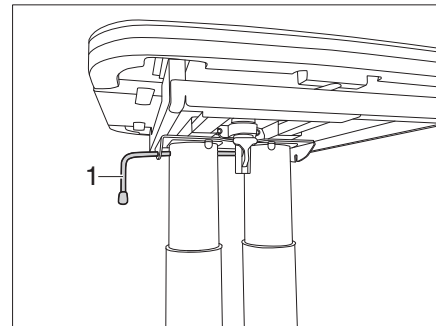

Fig. 110 Bloccaggio del tavolo
- Ruotare la leva di serraggio (Fig. 110,1) verso destra. Il tavolo di sollevamento è bloccato.
- Sbloccare la leva di serraggio (Fig. 110,1).
- Ruotare la leva di serraggio (Fig. 110,1) in senso antiorario. Il bloccaggio è aperto.